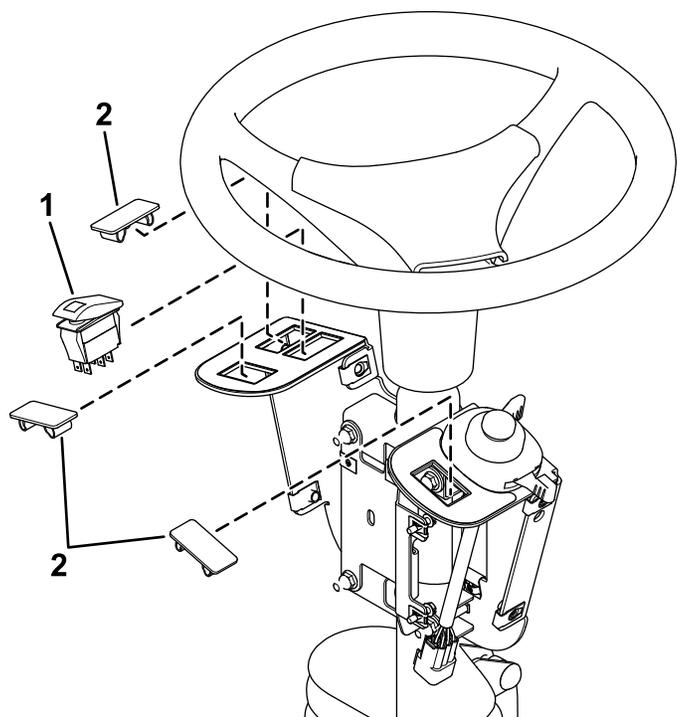

Figura 6
3. Instale el interruptor basculante y los tapones del hueco en el bastidor de interruptores (Figura 6).